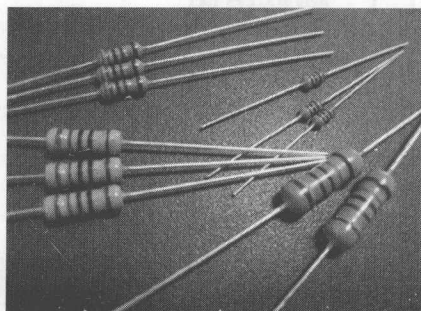

图 1.3 金属膜电阻器
② 金属膜电阻器是用真空蒸发的方法将合金材料蒸镀于陶瓷棒骨架表面。金属膜电阻比碳膜电阻的精度高，稳定性好，噪声、温度系数小，在工业电路板上大部分采用的是此类电阻器。金属膜电阻器多是蓝色、绿色保护层，无论早期近期，欧系美系工业电路板多会采用此类电阻器。如图 1.3 所示。